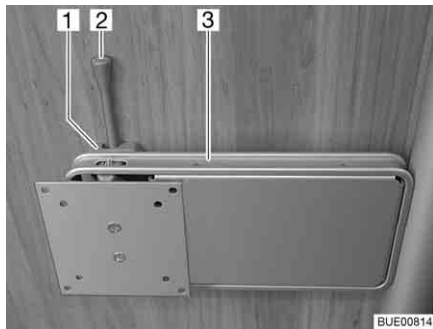

Fig. 59 Supporto su colonna
- Spingere di lato la leva di sbloccaggio (Fig. 59,2) e ruotare il supporto (Fig. 59,3) con lo schermo piatto nella posizione desiderata.
- Riportare indietro lo schermo piatto finché il supporto (Fig. 59,3) non si innesta nel bloccaggio (Fig. 59,1).